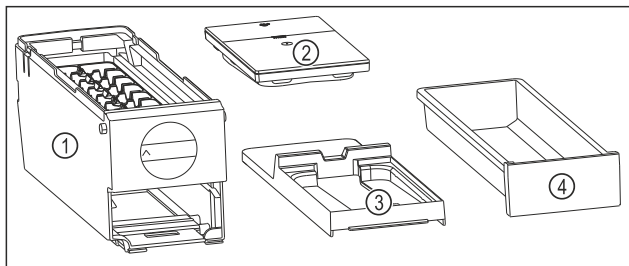

Fig. 138 Componente ale EasyTwist-Ice
- EasyTwist-Ice este dezasamblat în patru piese. (vezi Fig. 138)
- Dezasamblați EasyTwist-Ice numai în componentele ilustrate. (vezi Fig. 138)
- Curățați corpul EasyTwist-Ice Fig. 138 (1) ca un întreg.